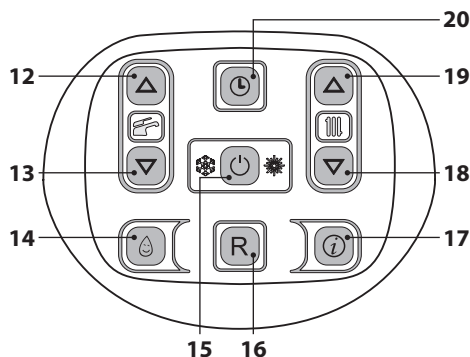

Figura 7.15
- Entrare in "modalità programmazione" premeendo contemporaneamente per 10 secondi i tasti 15 - 18 - 19 (Figura 7.15) fino a far apparire sul display LCD le lettere **P01** e il valore del parametro, indicanti l'entrata nel "parametro 01" (Figura 7.14).
- Utilizzando i tasti 12 o 13 (Figura 7.15) è possibile modificare il valore del parametro 12 (riferirsi al grafico Figura 7.10 per determinare il valore corretto in funzione della potenza utile di riscaldamento).
- Premendo il tasto 15 (Figura 7.15) si ottiene la conferma del valore inserito.